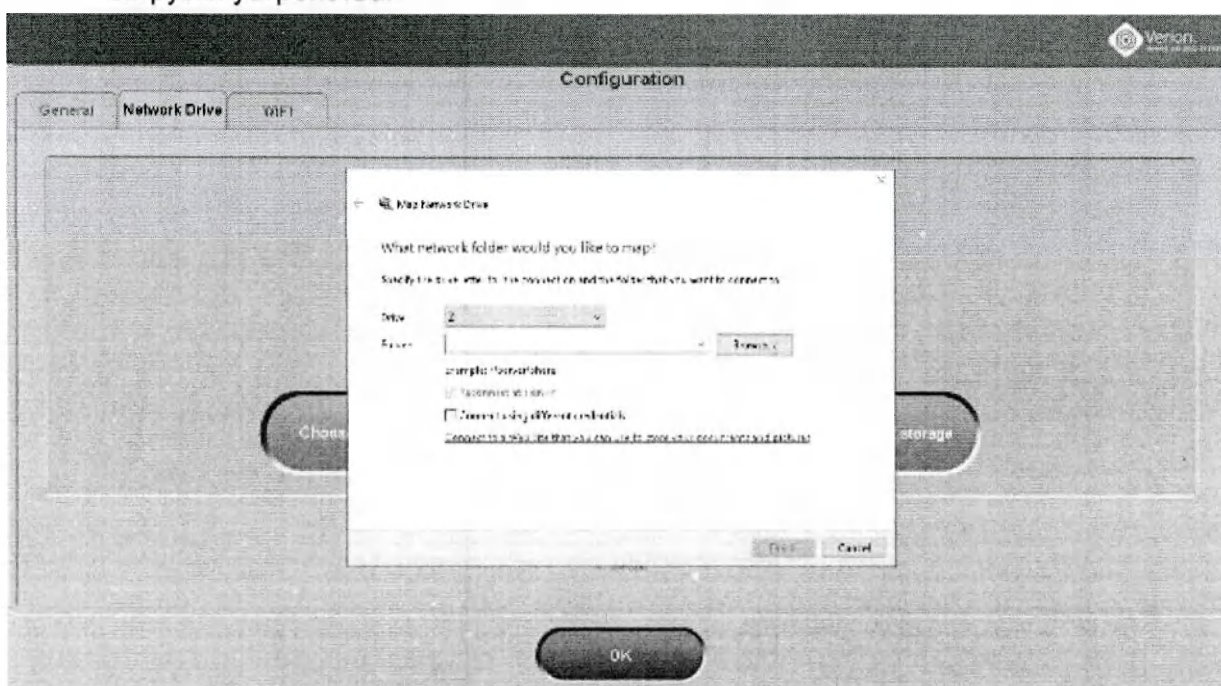

Рисунок 13. Диалоговое окно «Подключение сетевого диска»
- Кнопка **Choose network storage (Выбрать сетевое хранилище)** вызывает диалоговое окно *Map Network Drive (Подключение сетевого диска)* пользовательского интерфейса MS Windows® (Рисунок 13).